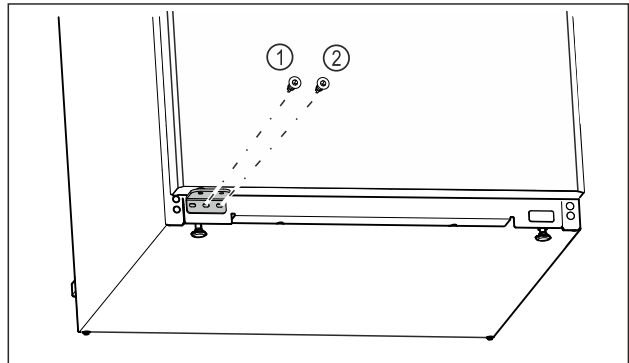

Fig. 23
- ▶ Mittlere Schraube des Lagerbocks *Fig. 23 (1)* mit Schraubendreher Torx 20 festschrauben.
- ▶ Innere Schraube des Lagerbocks *Fig. 23 (2)* mit Schraubendreher Torx 20 festschrauben.